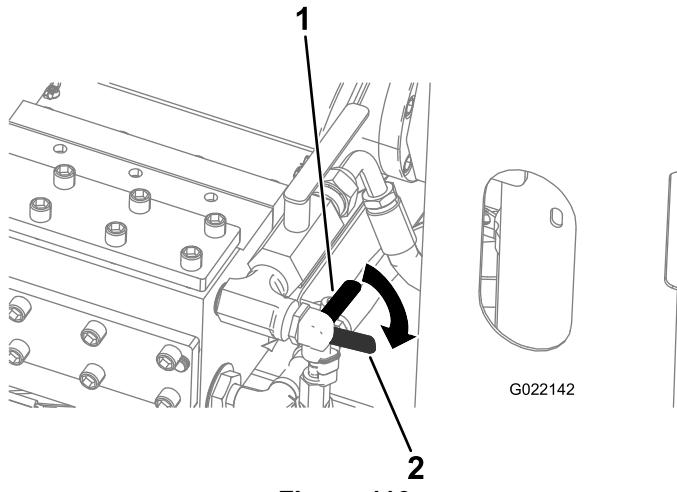

Figure 116
A. Ouvrez le robinet d'antigel sur l'avant de la pompe à fluide de forage (robinet inférieur), comme montré à la Figure 116.
6. Fermez le robinet d'antigel (Figure 116).